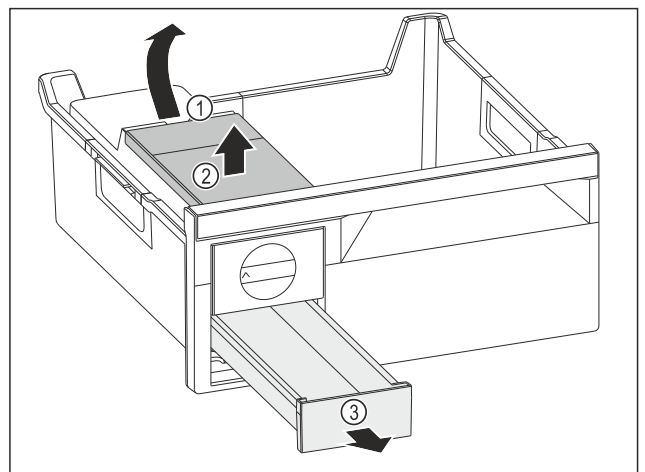

Fig. 142
- Estrarre il serbatoio dell'acqua: Sollevare il serbatoio dell'acqua nel vano Fig. 142 (1).
- Estrarre il serbatoio dell'acqua Fig. 142 (2) verso l'alto.
- Estrarre il cassetto del ghiaccio Fig. 142 (3) in avanti.